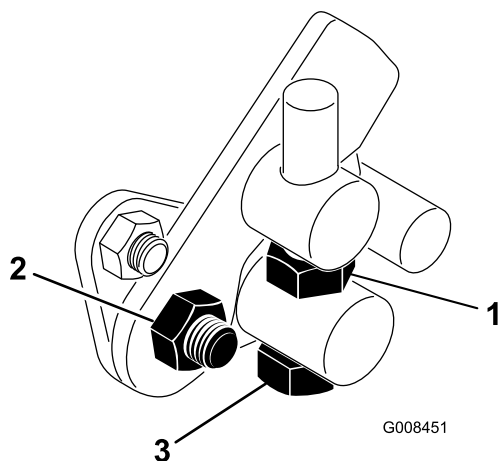

Figura 43
1. Slăbii contrapiulia de pe urubul de reglare (Figura 43).
4. Strângei contrapiulia urubului de reglare și piulia de pe pivotul pedalei pentru a fixa reglarea (Figura 43). Verificai reglarea și efectuai o aciune conform cerinelor.